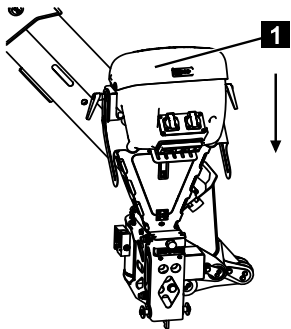

Fig. 226
3. Déplacer l'unité de commande (Fig.226/1) vers le bas dans le sens de la flèche.